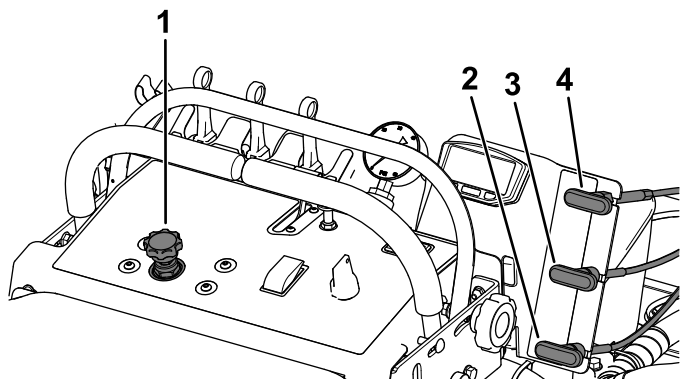

Figura 30
2. Gire el pomo del control de velocidad del impulsor para poner en marcha el motor del impulsor (Figura 30).